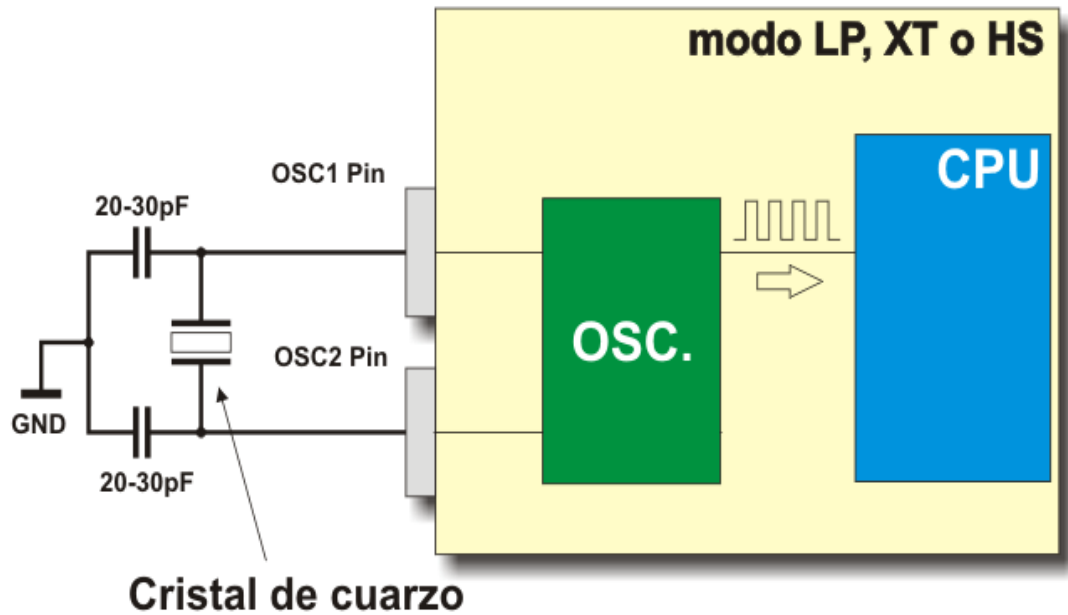

Fig. 1 Conexión del cristal al PIC
- Se debe usar un cristal de 4 MHz como fuente de reloj para lo cual se debe usar una conexión con dos condensadores véase Fig. 1, además se debe modificar la línea de configuración del oscilador: